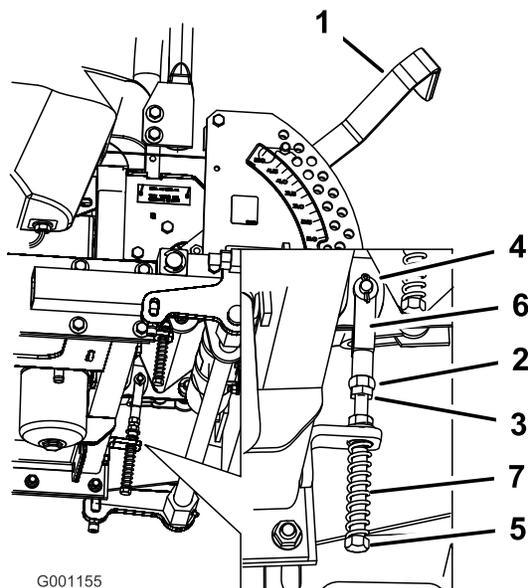

Figura 90
8. Se for necessário ajustar, desaperte a porca e a porca de retenção encostada à forquilha (Figura 90).
9. Aplique uma pressão ligeira para trás sobre a alavanca de controlo do movimento, rode a cabeça do parafuso de ajuste na direção adequada até a alavanca de controlo estar centrada na posição de BLOQUEIO DE PONTO MORTO (Figura 90).
10. Aperte a porca e a porca de retenção (Figura 90).